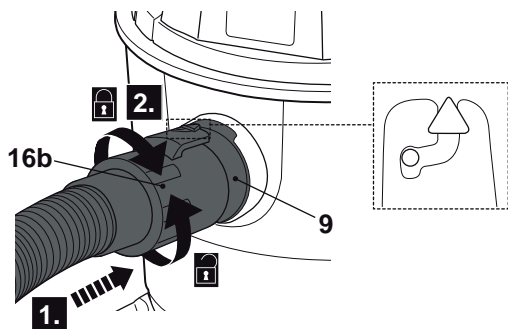

Fig. 12
- > Alinhe a seta no conector da mangueira (16b) com o marcador na abertura exterior da entrada de ar (9) e deslize o conector da mangueira para a abertura exterior da entrada de ar (Fig. 12, passo 1).
- > Rode o conector da mangueira (16b) no sentido dos ponteiros do relógio e certifique-se de que a ligação está bem segura (Fig. 12, passo 2).